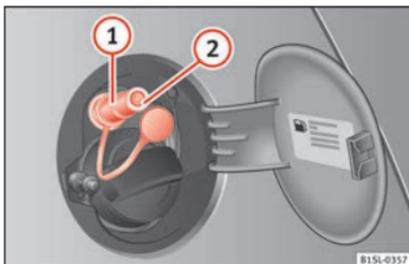

Abb. 167 Geöffnete Tankklappe: Gas-Einfüllstutzen ①, Dichting des Einfüllstutzens ②.
- Öffnen Sie den Gas-Einfüllstutzen » **Abb. 167** ①.